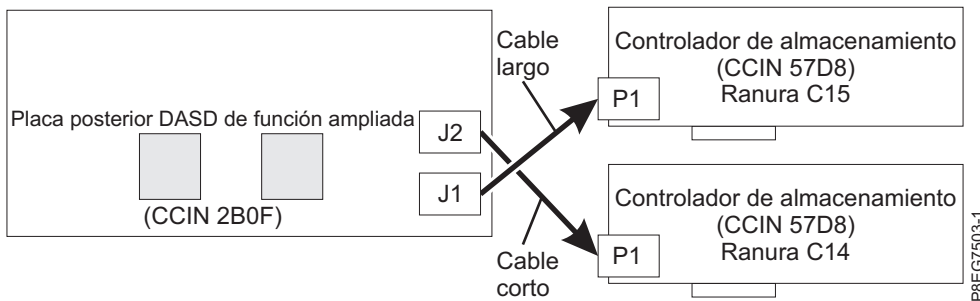

Figura 9. Cómo volver a conectar el cable SAS en una configuración de la función ampliada
- El cable SAS largo conecta el conector de la unidad de disco de la placa posterior inferior (J1) al conector P1 en el adaptador interno SAS RAID de la ranura P1-C15. Consulte Figura 9.